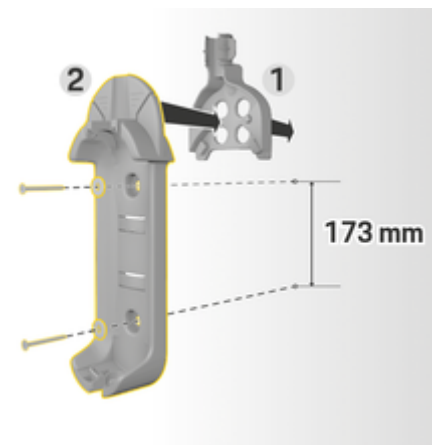

Рис. 53 Размеры под отверстия
3. Вдавите базовое настенное крепление 2 (Рис. 53) спереди в кабелепровод 1 (Рис. 53).